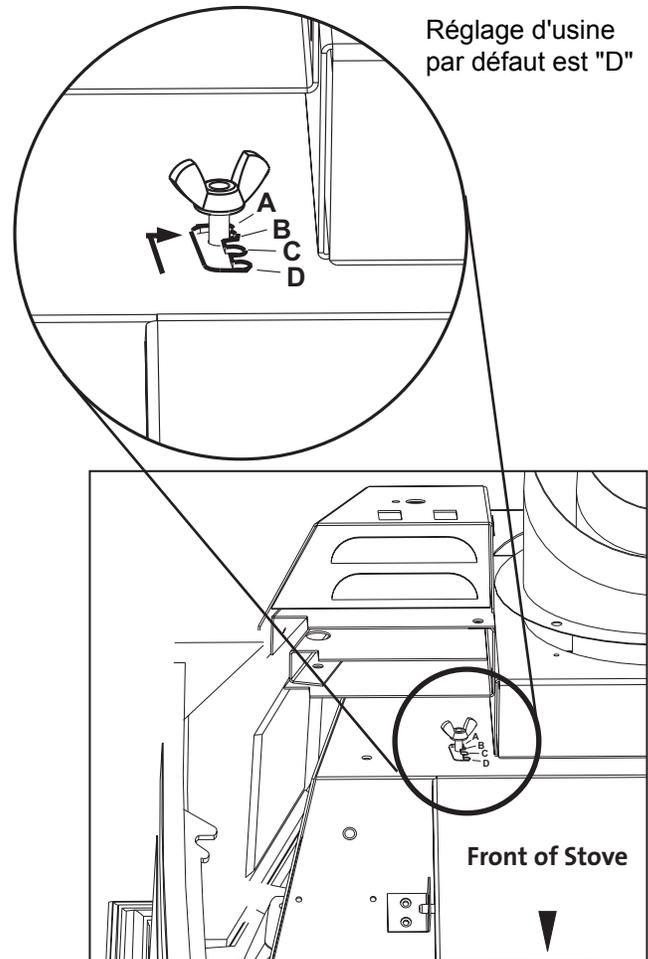

Figure 7. Utilisez un tournevis à douille pour modifier le réglage du restricteur d'évacuation.
2. Repérez le pivot sur le côté gauche de la boîte de foyer. Desserrer l'écrou de l'aile sur le pivot et poussez le broche vers la gauche pour le dégager du réglage actuel la position. Déplacer l'axe vers l'arrière, puis à droite à se engager dans la position appropriée indiquée sur la chambre de combustion. Voir fig. 7.